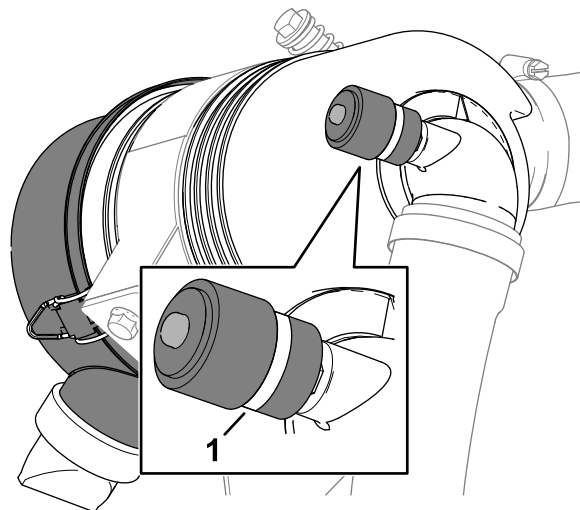

Рисунок 78
3. Проверьте индикатор обслуживания, расположенный на конце корпуса воздушного фильтра (Рисунок 78).